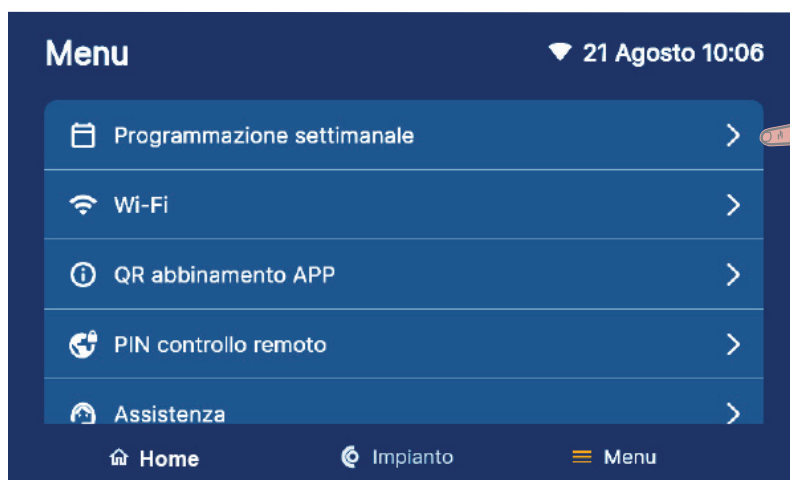

Figura 7-24 - Schermata Menu
1.-premere > in corrispondenza dell'icona  (Programmazione settimanale) (Figura 7-24) per creare o modificare una programmazione oraria.
Premere > in corrispondenza dell'icona  (Assistenza) (Figura 7-24) per accedere ai sottomenu.
Premere > in corrispondenza dell'icona  **Informazioni** (Figura 7-24) per procedere con l'associazione dei dispositivi.
Premere > in corrispondenza dell'icona  **Impostazioni HMI** (Figura 7-24) per accedere ai sottomenu.